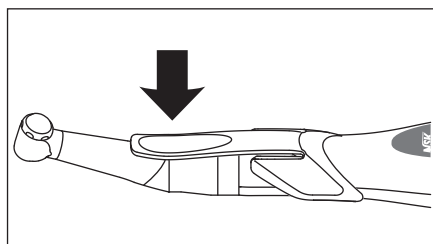

図 8
- 3) 電源を ON にし、図 8 の矢印部を押してモーターハンドピースが正常に回転することを確認してください。